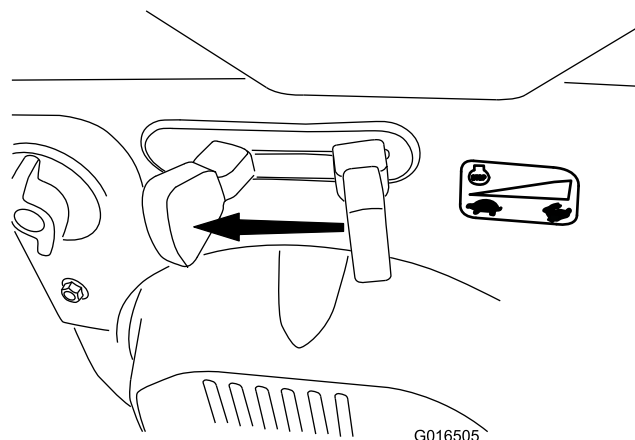

Figure 34
1. Déplacez la commande d'accélérateur en position Bas régime, puis en position Arrêt (Figure 34) pour couper le moteur. Il est également possible de couper le moteur en tirant la clé de contact vers l'extérieur, à la position centrale.